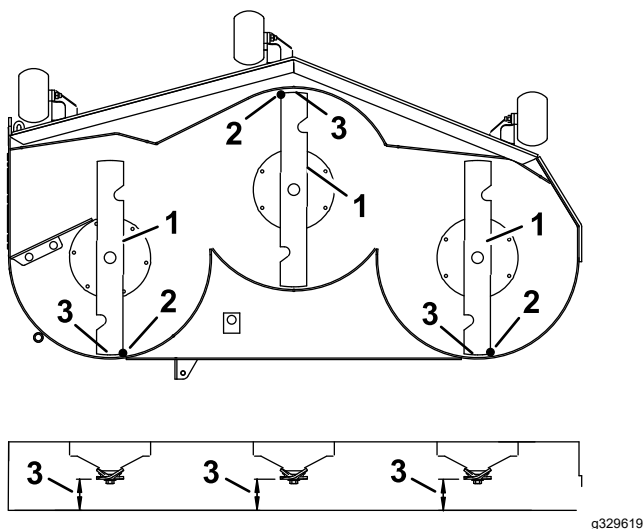

Figure 78
7. Vérifiez l'inclinaison avant/arrière des lames (Figure 78). Vérifiez que la pointe avant de la lame est plus basse que la pointe arrière, comme montré dans le tableau de hauteur de cale et d'inclinaison. Si un réglage est nécessaire, poursuivez cette procédure.